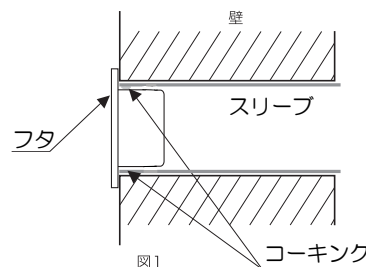

図1
- 差込の周辺部にコーキング材(又は接着剤)を塗布し、ダクトに挿入します。(図1)